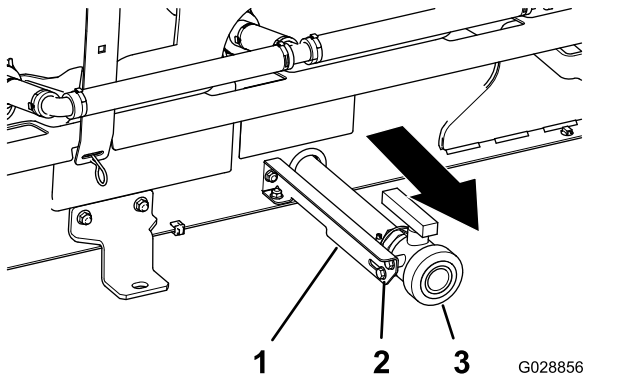

Figura 11
A. En el lado izquierdo del depósito, afloje los pernos con arandela prensada que sujetan la válvula de vaciado al soporte de sujeción de la válvula (Figura 11).
B. Mueva por completo la válvula de vaciado hacia afuera en las ranuras del soporte (Figura 11).
C. Apriete los 2 pernos con arandela presionada (Figura 11).